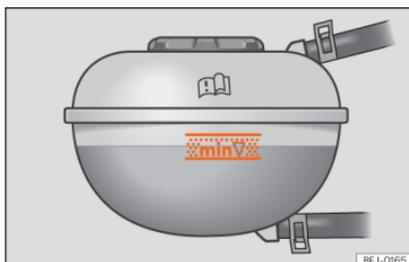

Fig. 245 No compartimento do motor: marca no depósito de expansão do líquido de refrigeração.
- Verifique o nível do líquido de refrigeração no depósito de expansão do mesmo. Com o motor frio, o nível do líquido de refrigeração deve ficar entre as marcas »» **Fig. 245.** Com o motor quente, o nível também poderá situar-se um pouco acima da marca superior.